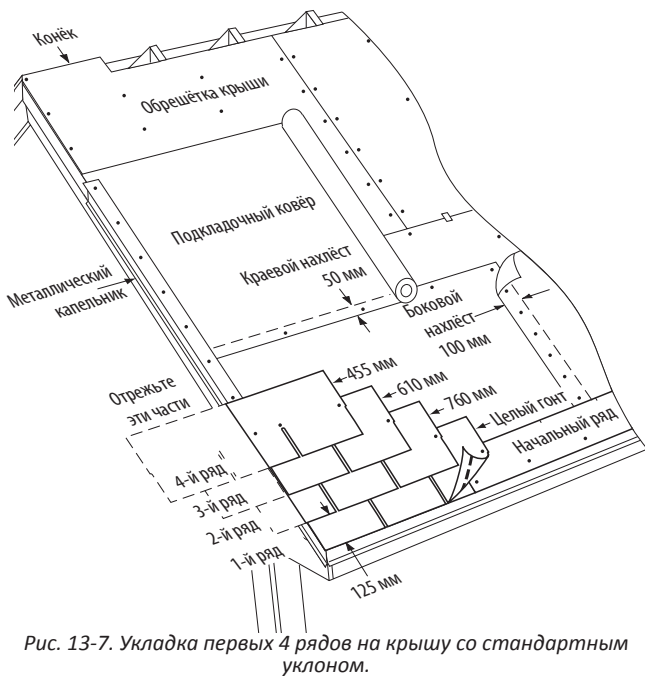

Рис. 13-7. Укладка первых 4 рядов на крышу со стандартным уклоном.
- 1-й РЯД:** Уложите целый гонт в левом нижнем углу крыши таким образом, чтобы его язычки были вровень с гонтом начального ряда на карнизах и краю ската (Рис. 13-7).
- В начале второго ряда отрежьте 15 см от левого края гонта и уложите кусок шириной 76,2 см на гонт первого ряда. Оставьте гонт первого ряда открытым на 12,7 см и расположите его левый край вровень с гонтом первого ряда на краю ската (Рис. 13-7).